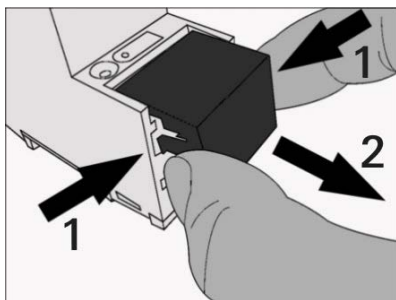

Bild 27: Abdeckkappe entfernen
1. Drücken Sie die Abdeckkappe seitlich leicht ein (Bild 27, Pos. 1).
2. Ziehen Sie die Abdeckkappe nach oben ab (Bild 27, Pos. 2).